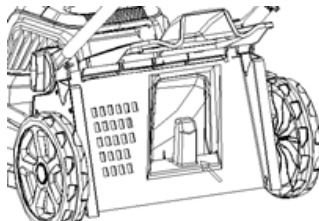

Рис. 26
- Установите мульчирующую насадку (рис. 26).